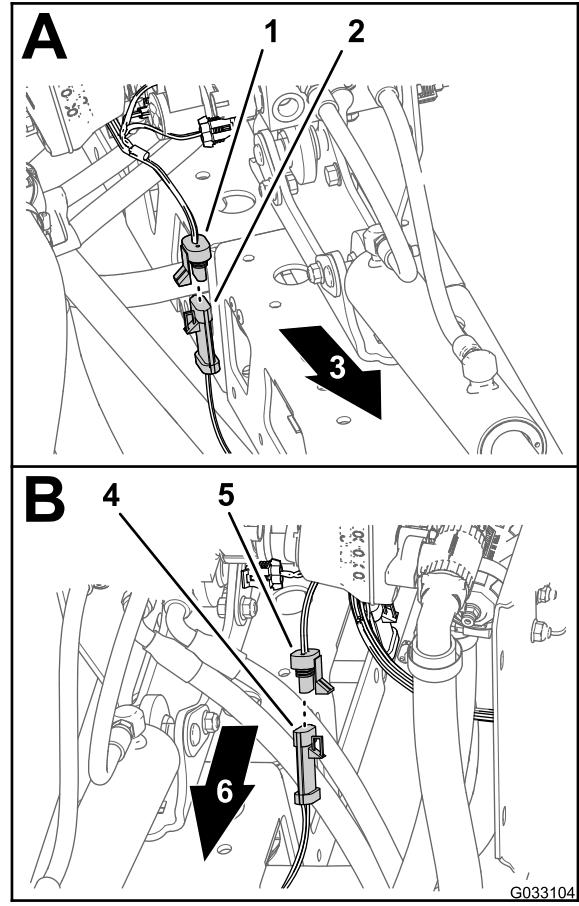

**Bild 32**
3. Ziehen Sie den 2-Stift-Stecker des Kabelbaums für das Sonic Boom-Finishingkit (Bild 32) vom 2-Stift-Stecker Stromspulen des Hubzylinderverteilers wie folgt ab: